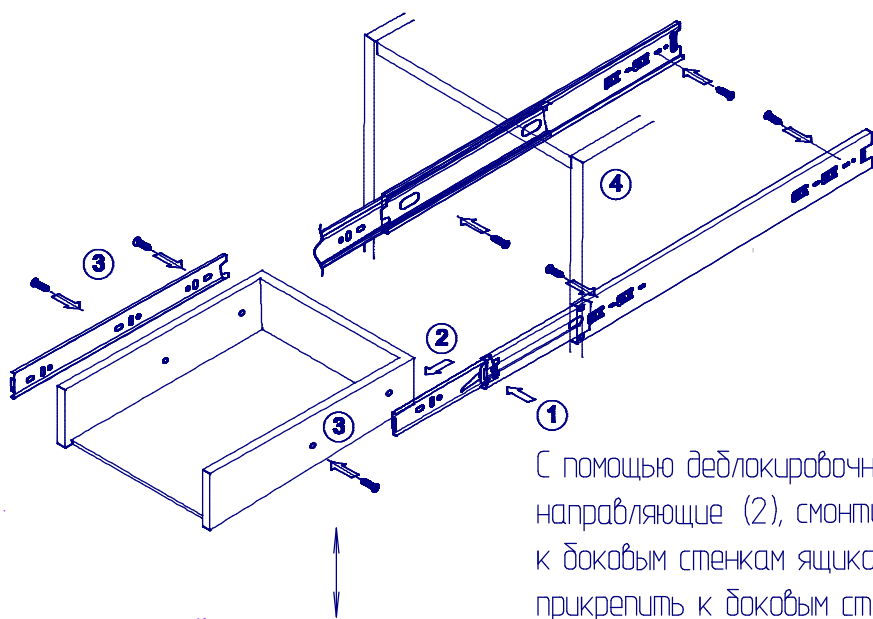

рисунок 4
3. При необходимости отрегулировать ящик по вертикали (рисунок 4)
4. Прикрепить направляющую к боковым стенкам ящика с помощью шурупов 3,5x13 в одно из отверстий ⑦\*